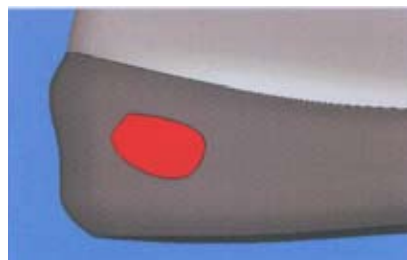

Рис. 175
**Design on Side of Sole Surface** — открывает панель инструментов аналогичную **Upper Design**, которая позволяет рисовать и создавать плоскости на подошве так же, как и на колодке (рис. 175).